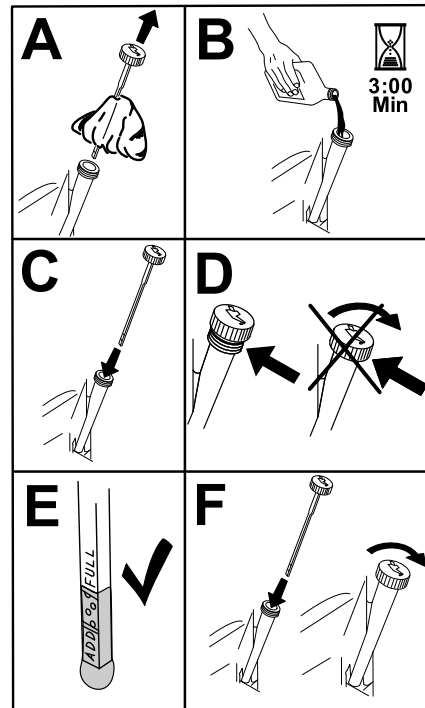

Bild 25
5. Gießen Sie langsam ungefähr 80 % der angegebenen Ölsorte in den Einfüllstutzen und füllen Sie dann vorsichtig mehr Öl ein, um den Ölstand an die **Voll**-Markierung zu bringen (Bild 25).
3. Füllen Sie das Kurbelgehäuse mit der richtigen Ölart (Bild 25).